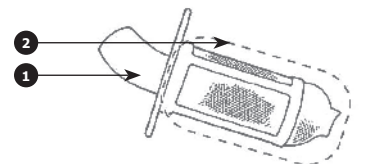

Рис. 78
2. Вытяните из глушителя пламегаситель **1** Рис. 78.